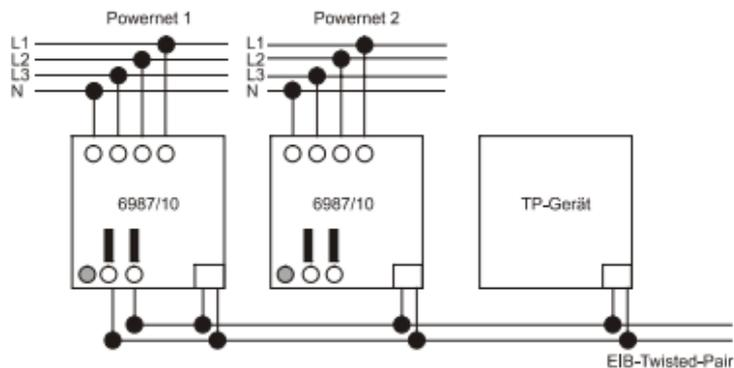

Fig. 3
2. Busspannungsversorgung über interne Spannungsversorgung: Der Systemkoppler verfügt über eine interne Spannungsquelle die eine gedrosselte Ausgangsspannung von  $24\text{ V} \pm 5\text{ V DC}$  bereit stellt. Über diese Spannungsversorgung können bis zu 5 weitere Geräte (Systemkoppler oder EIB-TP-Geräte) versorgt werden (z.B. zur Kopplung mehrerer Powernet-Bereiche). Zur Eigenversorgung des Systemkopplers muss die Ausgangsspannung auf die Busanschlussklemme gebrückt werden (s. Fig. 3).